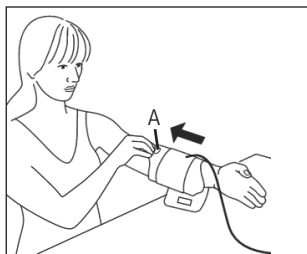

Fig. 1
- La medición debe realizarse sobre el brazo, sin ropa. Si el manguito está completamente abierto, pase su extremo a través del aro de metal formando un lazo. El cierre de velcro debe quedar por fuera. Agarre el manguito por la anilla de agarre A (véase Fig. 1) y tire de él pasándolo por el brazo.